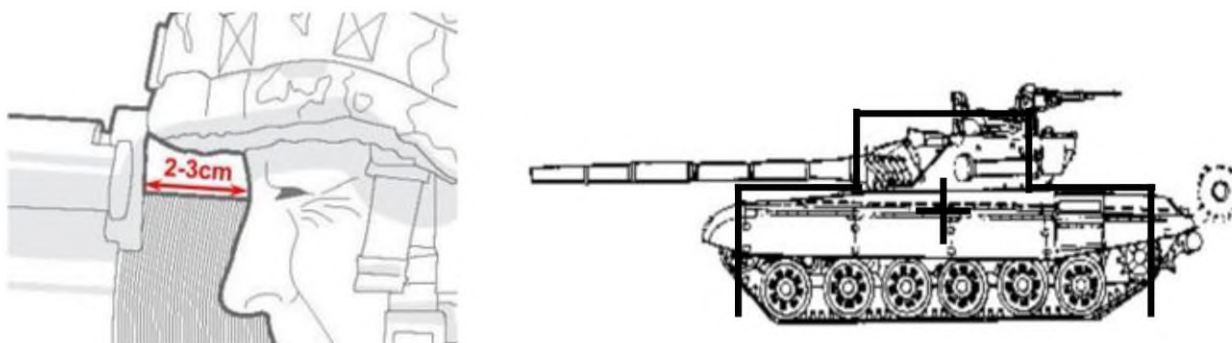

Рисунок 5.13 – Наведення на ціль
7) навести на ціль (рисунок 5.13):